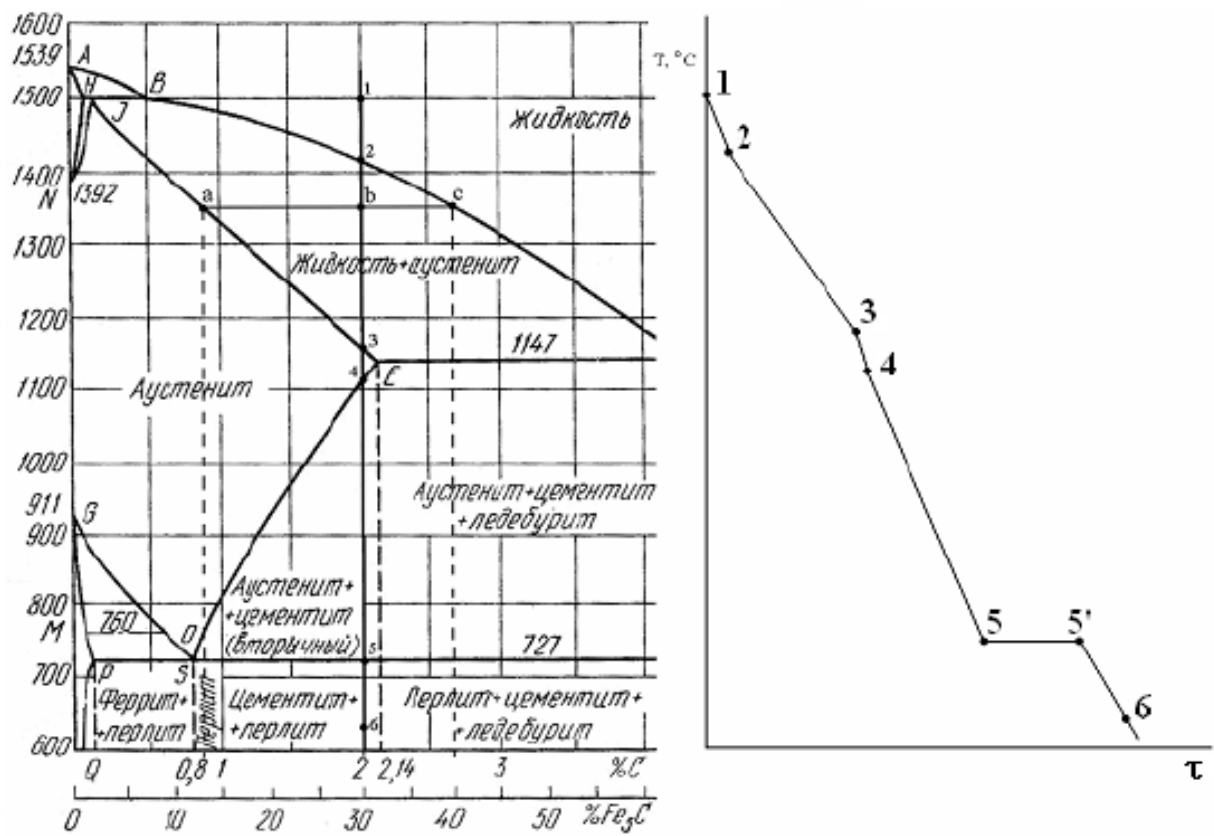

Рисунок 41 – Диаграмма Fe-C и кривая охлаждения для сплава с 2%С.
1.7.. Зарисовываем диаграмму железо-углерод – см. рисунок 41.
Условиям задания соответствует точка **b** на диаграмме (см. рисунок 41). В этой точке имеются аустенит, химический состав которого описывается точкой **a** (0,87%С) и расплав, химический состав которого описывается точкой **c** (2,7%С)